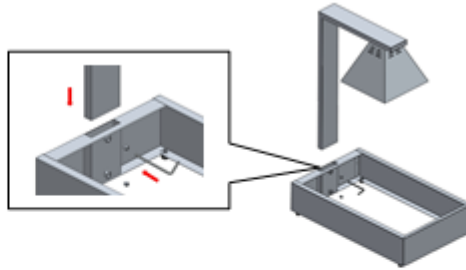

Fig.2
3. Setzen Sie den montierten Lampenrahmen in den Behälter für die Speisenschale ein und fixieren Sie ihn mit den Schrauben [Abb. 2].